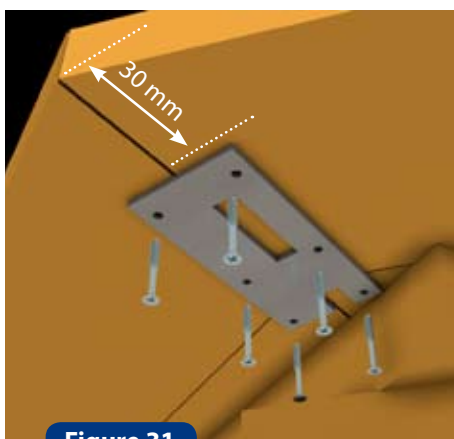

Figure 31
- Lorsque toutes les margelles sont réglées, procédez au vissage en commençant par seulement un point au centre des margelles. Puis retirez les plaques dans les angles pour les fixer à l'aide de vis inox Ø 5 x 30 mm par le dessous (figure 31).